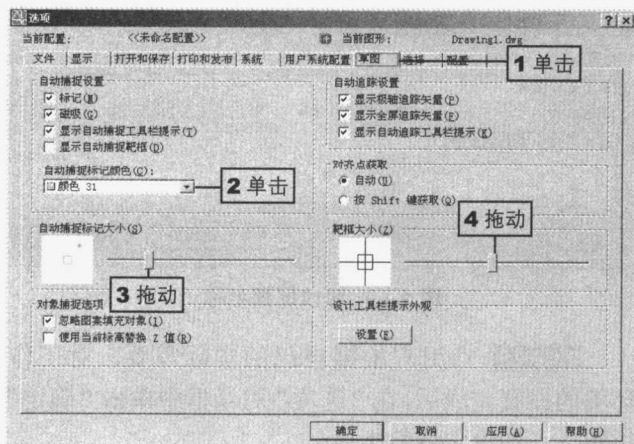

图 1-13 “草图”选项卡
step 12 “草图”选项卡的设置。在“选项”对话框中单击“草图”标签，进入“草图”选项卡，如图 1-13 所示。在此选项卡中，用户主要可以调节捕捉标记的颜色、大小、捕捉靶框的大小等，其步骤如图 1-13 中的标注所示。